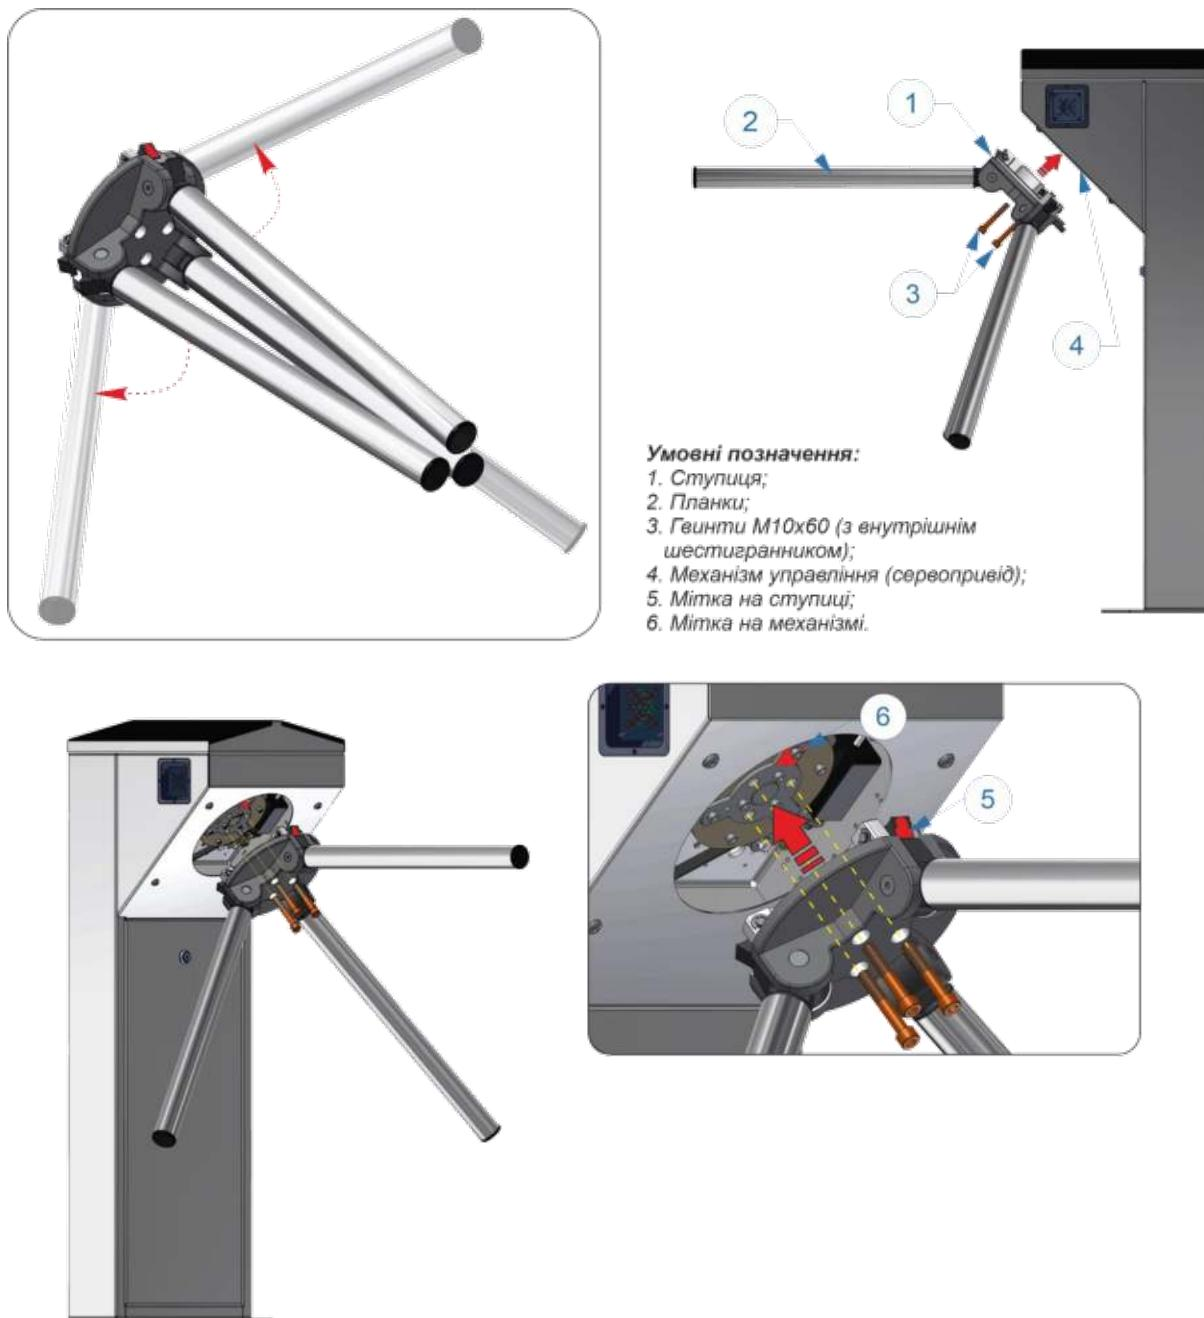

Рис. 15 – Встановлення ступиці з планками в корпус турнікету-триподу
- Вручну розкласти планки(2) ступиці (1) (див.Рис.15).
- Встановити ступицю (1) по центру механізму (4) з'єднуючи мітку на ступиці (5) з міткою на механізмі (6) (положення міток може бути в будь-якому місці з 3 положень);